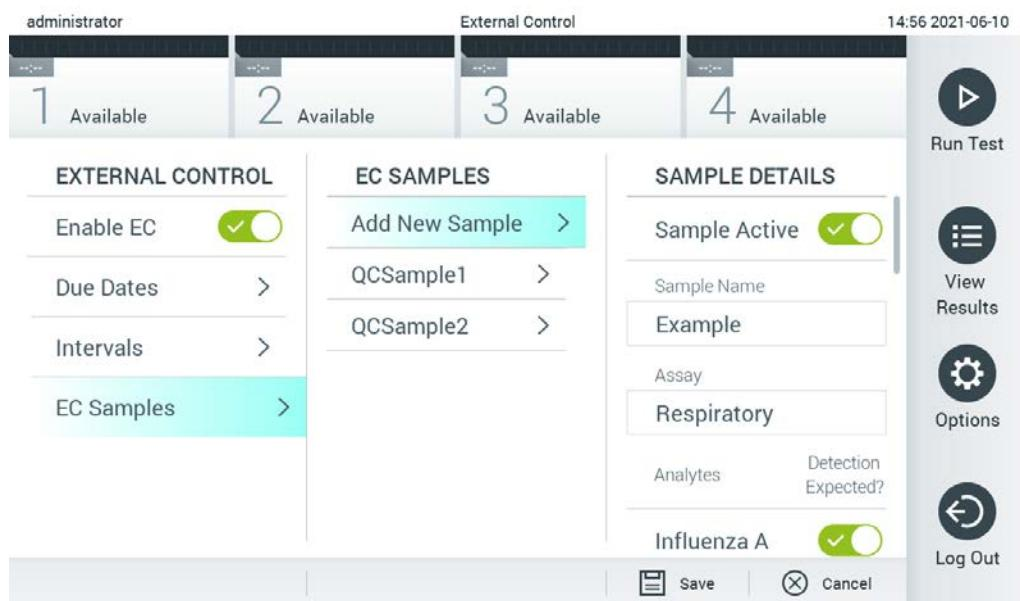

Рис. 53. Экран External Control EC Samples (Пробы внешнего контроля).
5. Выберите **EC Samples** (Пробы внешнего контроля) для добавления или редактирования образцов, используемых в цикле анализа внешнего контроля. Для добавления новой записи **EC Sample** (Проба внешнего контроля), нажмите **Add new Sample** (Добавить новую пробу), а затем продолжите настройку в правом столбце (рис. 53). Чтобы отредактировать пробу внешнего контроля, выберите нужную пробу в среднем столбце и продолжите ее настройку в правом столбце.